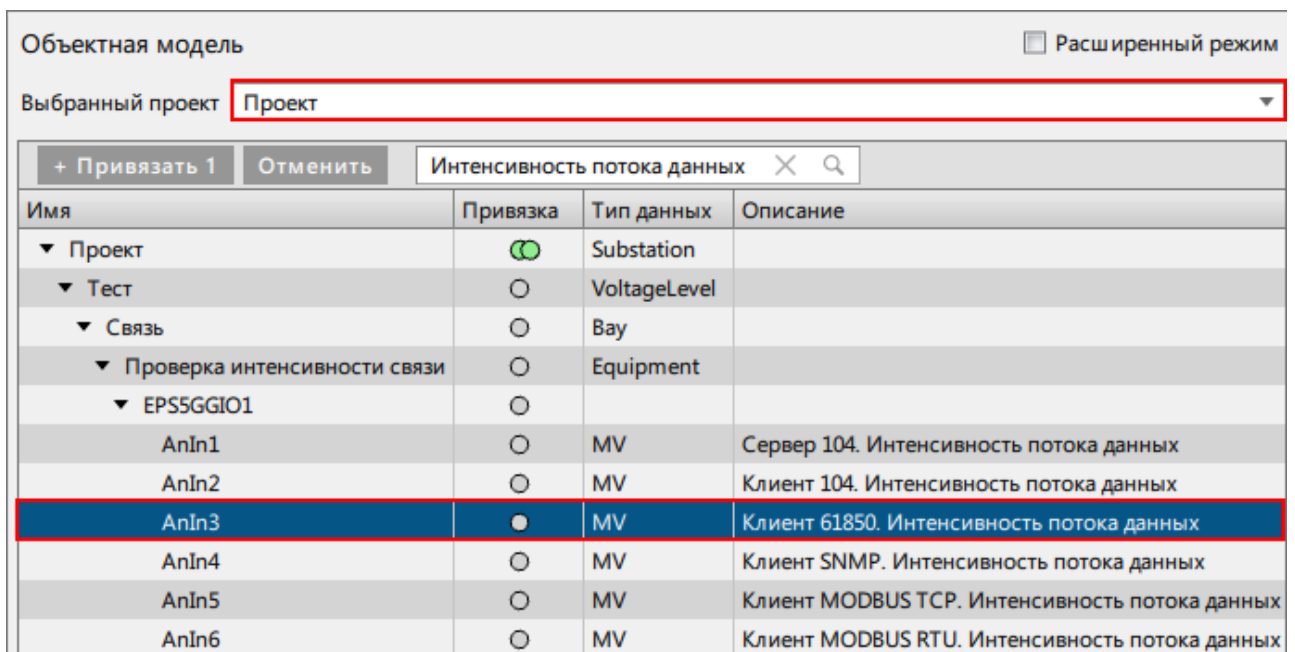

Рисунок 246 - Выделение сигнала
3. Выделите сигнал **ЛКМ** (Рисунок 246).